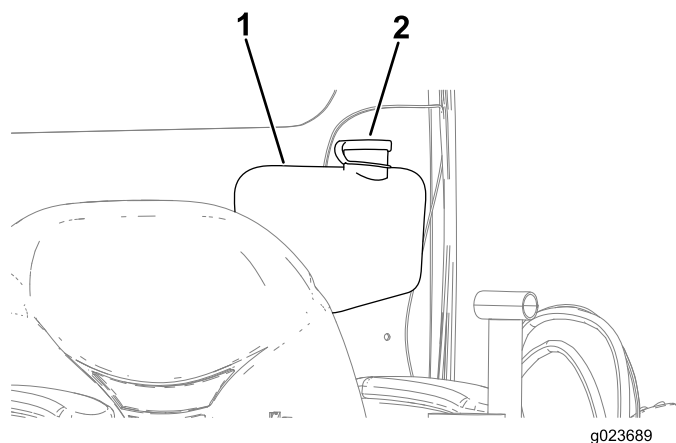

Рисунок 164
2. Откройте крышку бачка омывателя ветрового стекла (Рисунок 164).
3. Полностью заполните бачок жидкостью для омывателя ветрового стекла (Рисунок 164).
4. Закройте крышку бачка омывателя ветрового стекла (Рисунок 164).